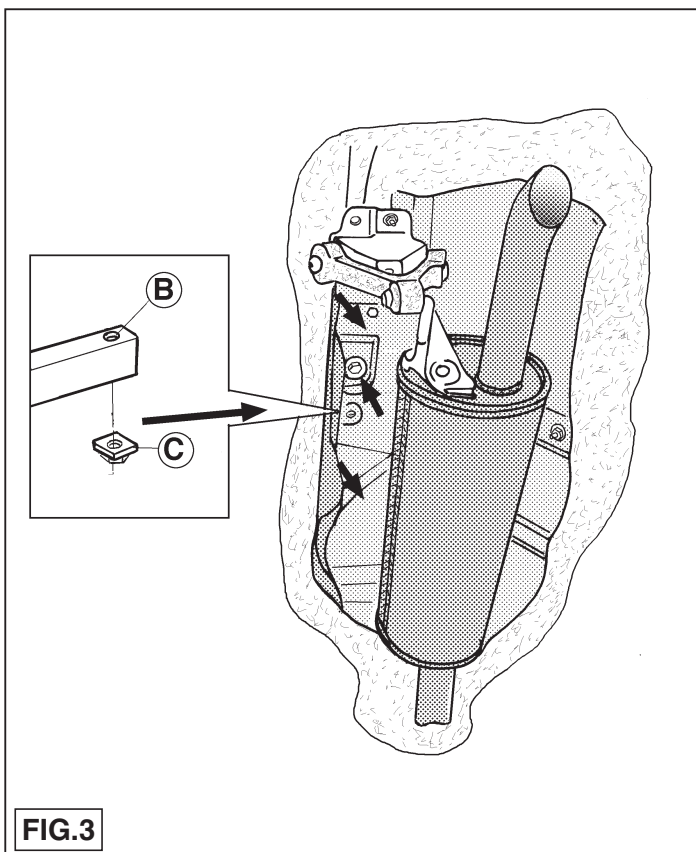

FIG.3
2. Maak het hitteschild t.p.v. het in fig.3 aangegeven punt los.
3. Schuif de steunen van de trekhaak overeenkomstig fig.4 in het linker-en rechter chassis. Bevestig t.p.v. de punten A twee bouten M10x100 inclusief veer- en sluitringen. De gaten B zijn aan de onderzijde d.m.v. een plakker afgedekt welke verwijderd dient te worden. Bevestig t.p.v. de punten B twee bouten M10x100 inclusief moerplaatje C, veer-en sluitringen. Links dient men het hitteschild overeenkomstig fig.3 naar beneden te bewegen om vervolgens het moerplaatje C te kunnen plaatsen. Draai alle bouten en moeren overeenkomstig de tabel vast.
2. Loosen the heat shield at the point indicated in fig.3.
3. Slide the tow bar supports into the left and right chassis, as shown in fig.4. Attach two M10x100 bolts at points A, including spring washers and flat washers. The holes B are covered underneath with a sticker; this should be removed. Attach two M10x100 bolts at points B, including nut plate C, spring washers, flat washers. On the left, the heat shield should be moved downwards, as indicated in fig.3, in order to position nut plate C. Tighten all nuts and bolts to the torque indicated in the table.
2. Détacher le bouclier thermique à l'emplacement des points indiqués sur la fig.3.
les rondelles grower. A gauche, il faudra déplacer le bouclier thermique vers le bas, conformément à la fig.3, afin de pouvoir placer le contre écrou C. Serrer tous les boulons et écrous conformément au tableau.
2. Lossa värmeskölden vid punkten som anges i fig.3.
3. Skjut dragkrokens stag i chassits högra och vänstra del enligt fig.4. Montera vid punkterna A två skruvar M10x100 inklusive fjäder- och planbrickor. Hålen B är nedtill täckta med en klisterapp som måste avlägsnas. Montera A två skruvar M10x100 inklusive gängplattan C, fjäder- och planbrickor. Till vänster måste värmeskölden föras nedåt enligt fig.3 för att sedan kunna placera gängplattan C. Momentdrag alla skruvar och muttrar enligt tabellen.
2. Demonter varmeskjoldet ved det i fig.3 anviste punkt.
3. Skyd - ifølge fig.4 - vangerne på anhængerrækket ind i det venstre og højre chassis. Monter ved punkterne A to bolte M10x100 inklusiv plan- og fjederskiver. Hullerne B er på undersiden dækket af et klæbemærke, der skal fjernes. Monter ved punkterne B to bolte M10x100 inklusiv møtrikplade C samt plan- og fjederskiver. I venstre side trækkes varmeskjoldet - ifølge fig.3 - lidt nedad, hvorefter møtrikpladen kan anbringes. Spænd alle bolte og møtrikker ifølge tabellen.
2. Desprender el escudo térmico a la altura del punto indicado en la fig.3.
3. Deslizar adentro del chasis izquierdo y derecho los soportes del gancho de remolque de acuerdo con la fig.4. Fijar a la altura de los puntos A dos tornillos M10x100 inclusive arandelas grover y planas. Los orificios B están tapados en el lado inferior por medio de un adhesivo que hay que retirar. Fijar a la altura de los puntos B dos tornillos M10x100 inclusive arandela C, arandelas grover y planas. A la izquierda se moverá hacia abajo el escudo térmico de acuerdo con la fig.3, para luego poder colocar la arandela C. Apretar todos los tornillos y tuercas de acuerdo con la tabla.
livello dei punti B. A sinistra è necessario muovere verso il basso lo scudo termico, come indicato in fig.3, al fine di potere inserire la contro-piastra C. Serrare tutti i dadi e bulloni alle coppie di serraggio indicate in tabella.
2. Staccare lo scudo termico a livello del punto indicato in fig.3.